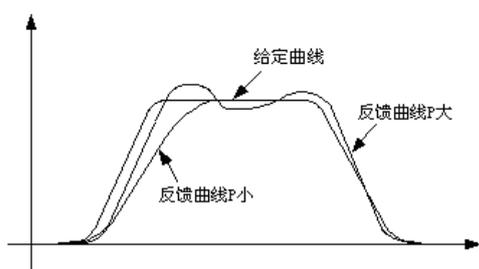
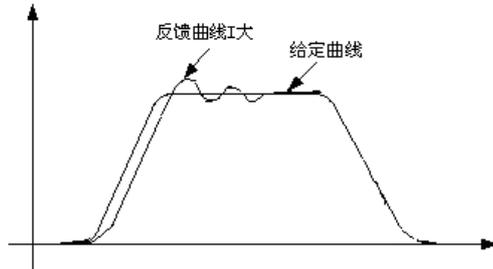

图 7.1 比例常数 P 对反馈跟踪的影响
图 7.2 积分常数 I 对反馈跟踪的影响
**F212~F225 的说明：**PID 调节器中比例常数 P 的作用是：增大 P 值可提高系统的响应跟随能力，但 P 值太大容易产生超调和振荡。P 值对反馈跟踪的影响如图 7.1 所示；而积分常数 I 值影响系统响应时间，I 值越大，响应时间越快。如发现系统超调太大或动态响应太慢时，可适当增大 I 值。但 I 值太大也容易引起系统振荡。I 值对反馈跟踪的影响如图 7.2 所示；微分常数 D 值则对系统响应灵敏程度产生作用，增大 D 值可使系统响应更灵敏，但 D 值太大同样容易引起系统振荡。